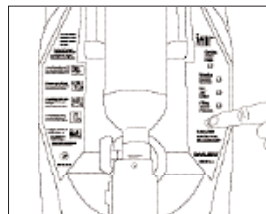

Figure 3
1. Controleer de datum van de hydrostatische test, afbeelding 3, 3 – aluminium flessen moeten om de vijf (5) jaar worden getest. Neem contact op met uw thuiszorgverlener of de fabrikant van de fles voor details.
3. Druk op de start-stopschakelaar op het regelpaneel (afbeelding 3).